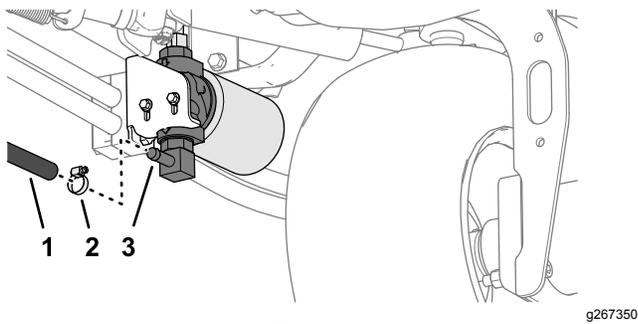

图10
1. 取下将油箱回流软管固定至液压滤清器头宝塔接头的软管夹图10。
2. 卸下油箱回流软管让液压油完全从滤清器头和软管排出图10。
3. 将油箱回流软管和软管夹安装到宝塔接头并紧固软管夹图10。